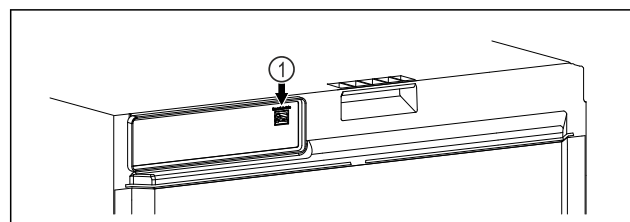

Fig. 109
- ☐ Le SmartModule Fig. 109 (1) est installé.